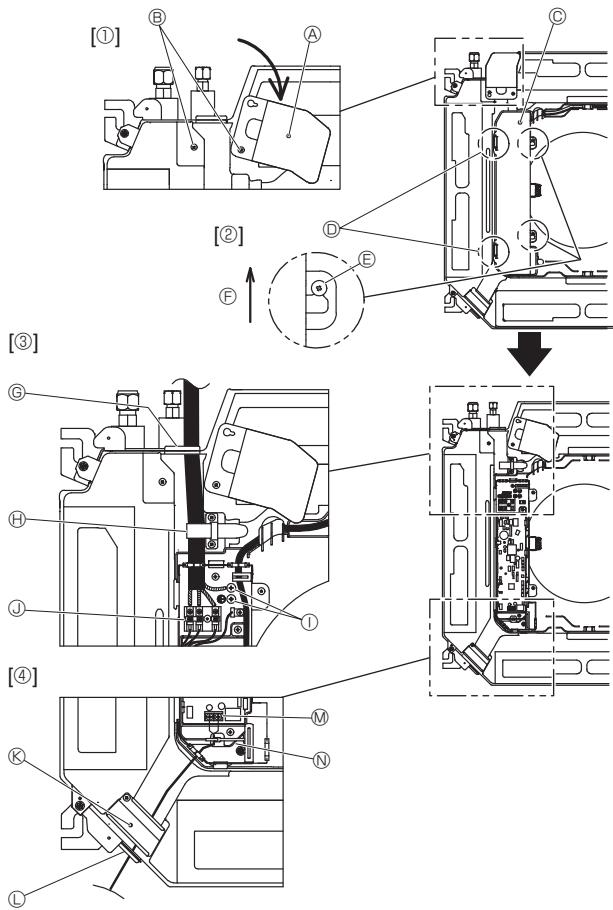
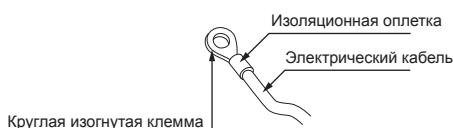

Fig. 6-1
Fig. 6-2
### 6.1. Внутренний прибор (Fig. 6-1)
- Ослабьте 2 винта, обеспечивающих фиксацию сервисной панели электропроводки, а затем поверните ее. [Fig. 6-1 ①]
- Ослабьте 2 винта, крепящих крышку распределительного щита, а затем сдвиньте ее. [Fig. 6-1 ②]
- Проложите силовой кабель, соединительный кабель внутреннего/наружного прибора и кабель заземления через вводы проводки, указанные на диаграмме. [Fig. 6-1 ③] Поместите экранированную часть силового кабеля и внутреннего/наружного соединительного кабеля в распределительный щит. Используйте круглые изогнутые клеммы как клеммы внутреннего/наружного соединения и дополнительный комплект клемм источника электропитания. [Fig. 6-2]
- Проложите кабель управления через вводы проводки, указанные на диаграмме. [Fig. 6-1 ④, Fig. 6-3]